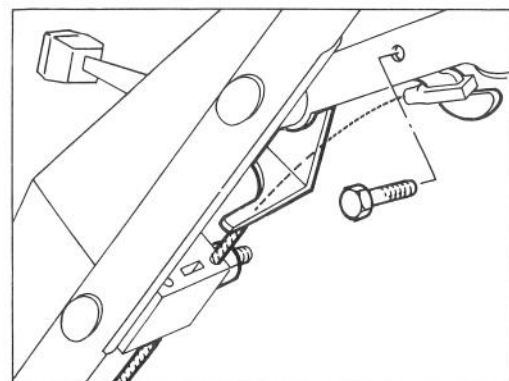

Figure 4
7. Attachez le levier de commande à la barre de commande à l'aide d'un boulon à tête et d'un écrou de blocage (fig. 4).